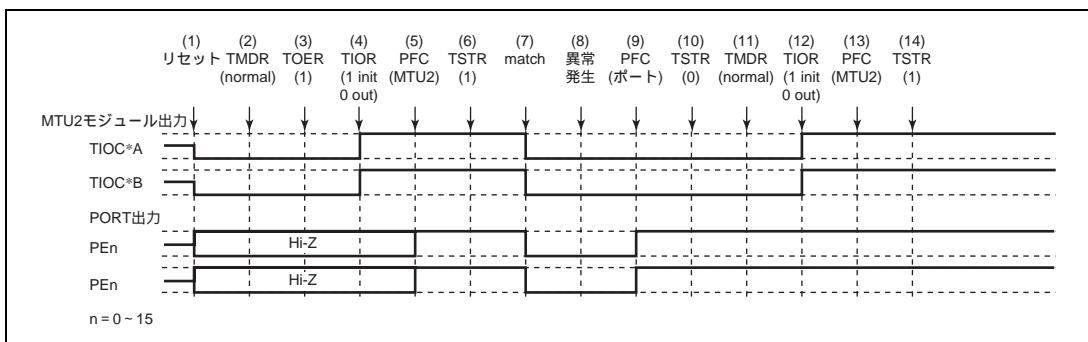

図 10.138 ノーマルモードで異常が発生し、ノーマルモードで復帰する場合
ノーマルモードで異常が発生し、再設定後ノーマルモードで再スタートする場合の説明図を図 10.138 に示します。
(1) ~ (10) は図 10.138 と共通です。
(11) PWM モード 1 を設定します。
(12) TIOR で端子を初期化してください (PWM モード 1 では TIOC*B 側は初期化されません。初期化したい場合はノーマルモードで初期化した後、PWM モード 1 に遷移してください)。
(13) PFC で MTU2 出力としてください。
(14) TSTR で再スタートします。
(11) PWM モード 2 を設定します。
(12) TIOR で端子を初期化してください (PWM モード 2 では周期レジスタの端子は初期化されません。初期化したい場合にはノーマルモードで初期化した後 PWM モード 2 に遷移してください)。
(11) 位相計数モードを設定します。
(12) TIOR で端子を初期化してください。
(11) TIOR でノーマルモードの波形生成部を初期化してください。
(12) TIOR でノーマルモードの波形生成部の動作を禁止してください。
(13) TOER でチャネル 3、4 の出力を禁止してください。
(14) TOCR で相補 PWM の出力レベルと周期出力の許可禁止を選択してください。
(15) 相補 PWM を設定します。
(16) TOER でチャネル 3、4 の出力を許可してください。
(17) PFC で MTU2 出力としてください。
(18) TSTR で再スタートします。
(1) ~ (13) は図 10.138 と共通です。
(14) TOCR でリセット同期 PWM の出力レベルと周期出力の許可禁止を選択してください。
(15) リセット同期 PWM を設定します。